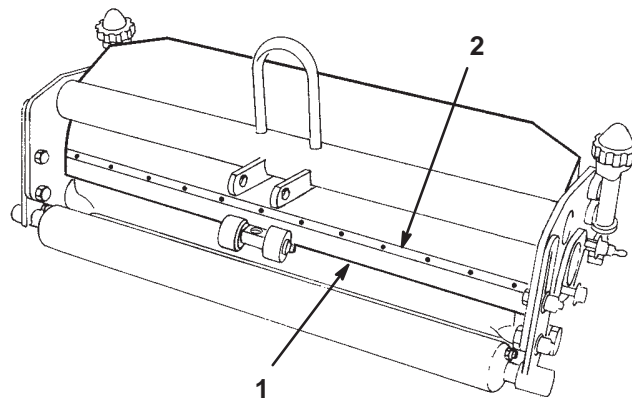

Bild 13
1. Schieben Sie die Schnittleiste zwischen die beiden Seitenplatten. Achten Sie darauf, dass sich jedes Ende der Schnittleiste unter dem Schutzblech befindet (Bild 13).